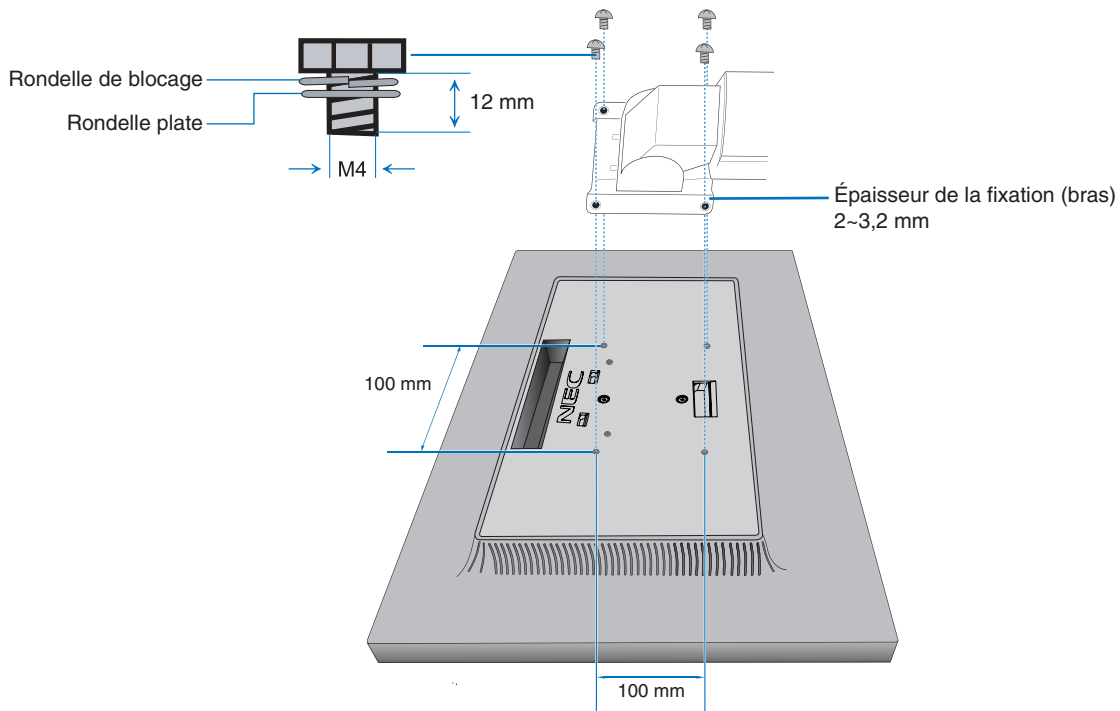

Figure F.1
2. À l'aide de 4 vis conformes aux spécifications ci-dessous, fixez le bras au moniteur (**Figure F.1**).